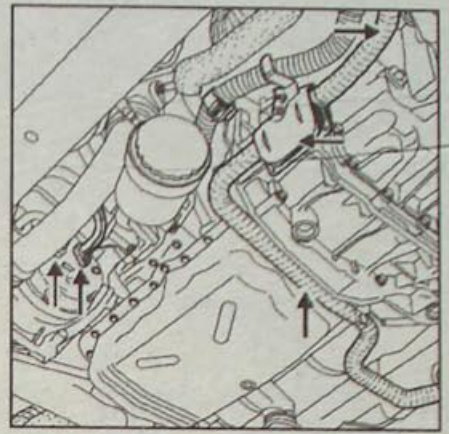

Рис. 4.17. Расположение элементов выпускной системы нагревателя дополнительного отопителя
- Снимите выпускную систему нагревателя дополнительного отопителя в сборе (рис. 4.17).